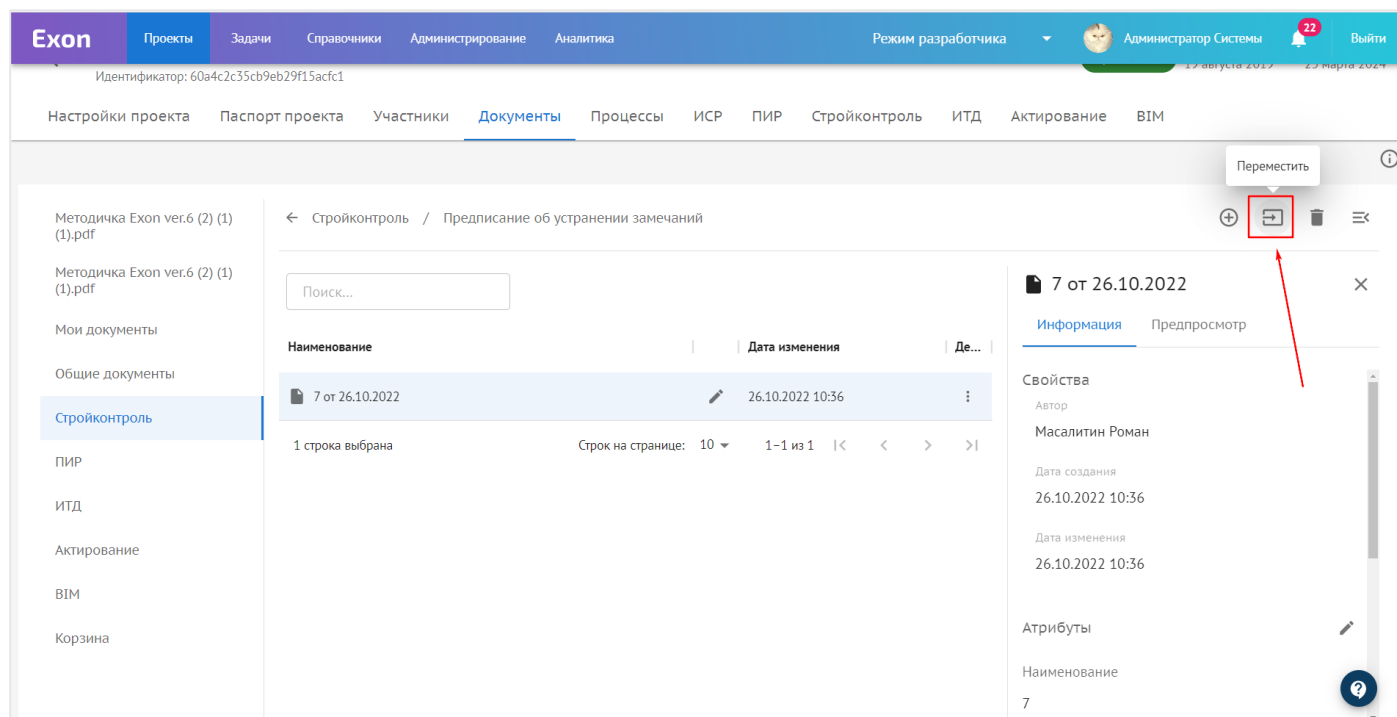

Рис. 50 – Перемещение документа
1. Нажать на специальный значок в правом верхнем углу (рис. 50);